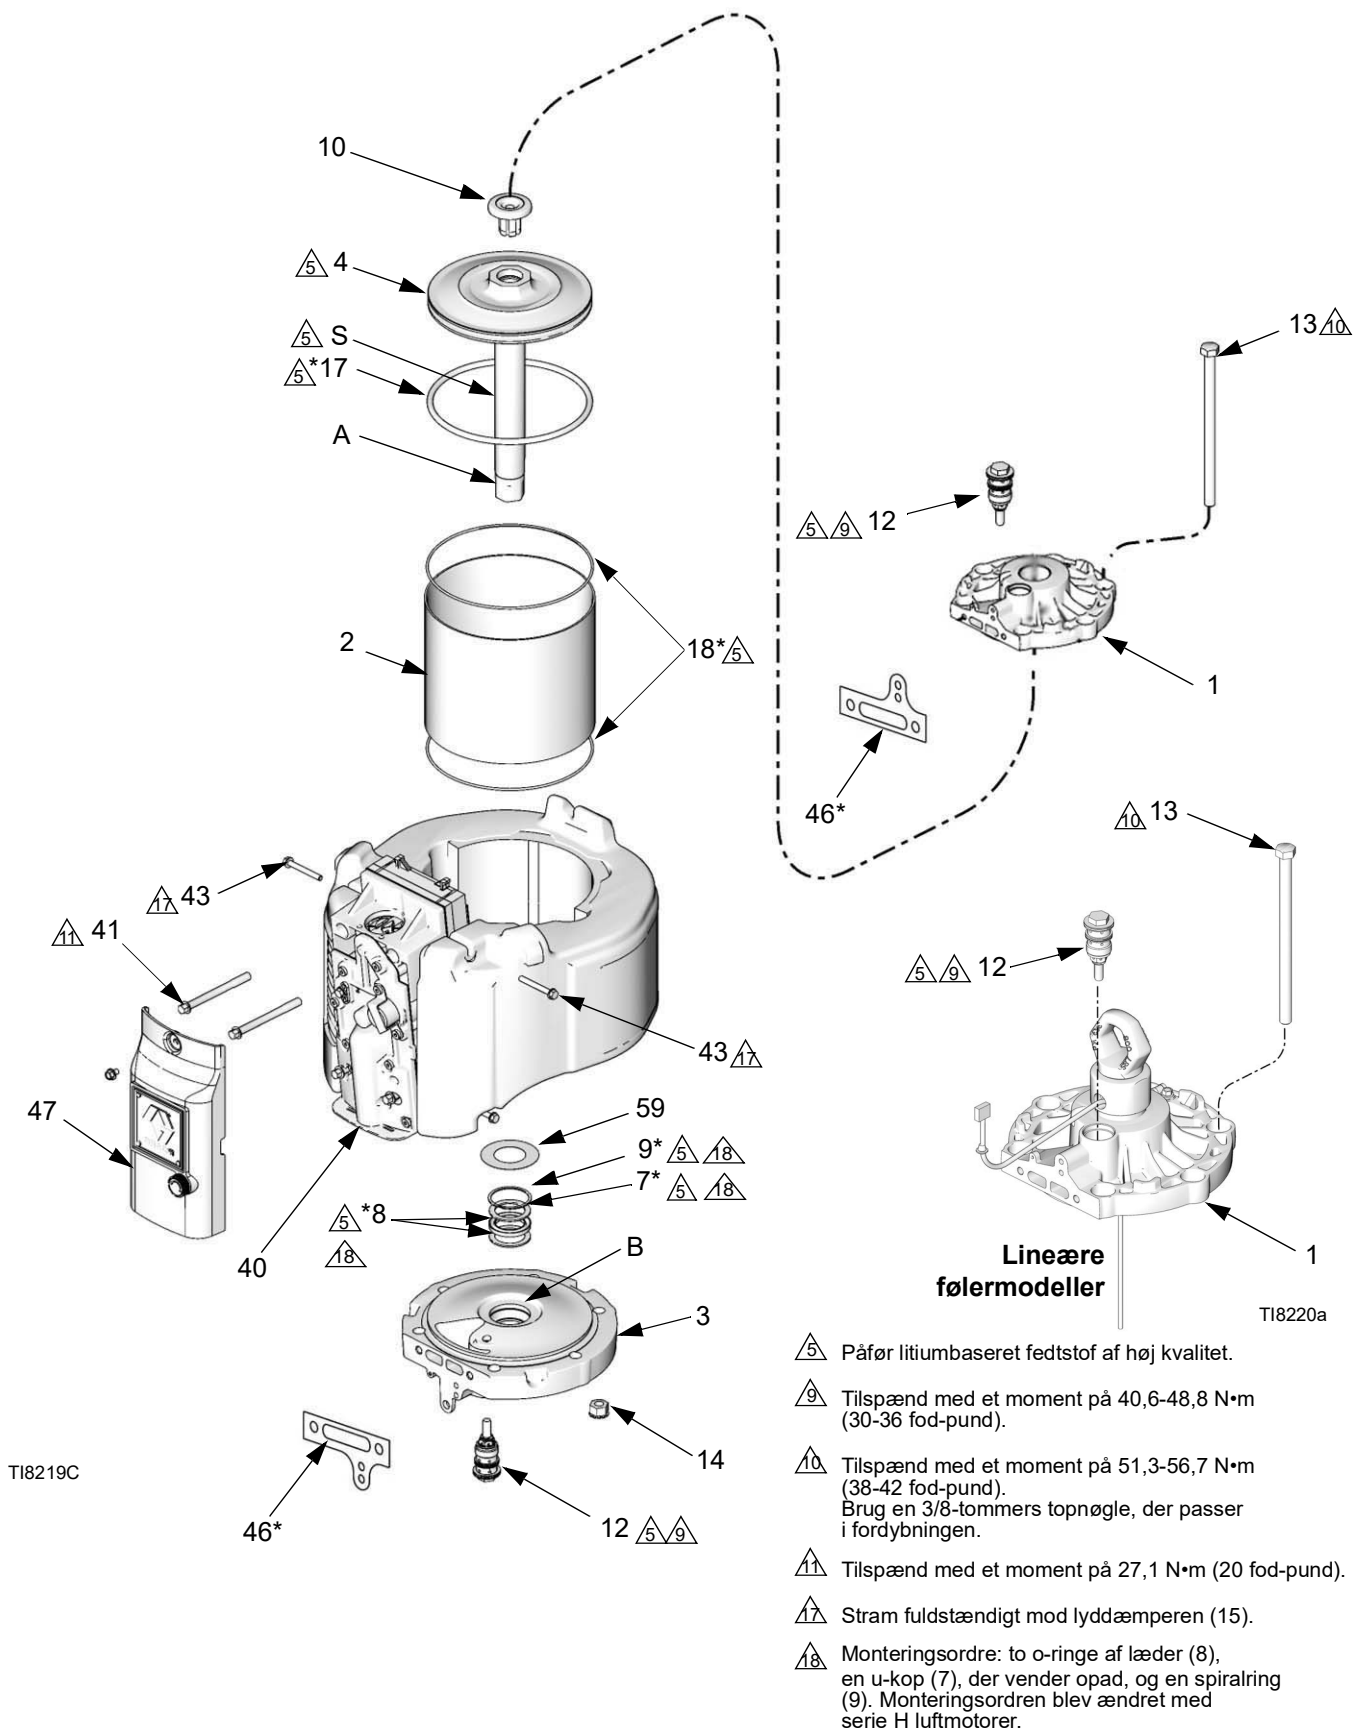

FIG. 12. Reparation af luftmotor
5. Fjern det yderste ventildæksel (47). Se FIG. 12.
6. Fjern de fire skruer (43) og lyddæmperen (15).
7. Fjern luftventilens to øverste skruer (41). Løsn, men undlad at fjerne de to nederste skruer (41). Vip luftventilen (40) således, at det er lettere at skille ad.
8. Fjern samleboltene (13). Ved hjælp af en gummihammer, slå undersiden af toplåget (1) for at skille den ad. Løft den øverste hætte af motoren.
9. Kobl luftmotoren fra underdelen (se din særskilte pumpevejledning). Lad stempelakselmellemsstykket (A) være tilsluttet akslen (S).
10. Skub stempelenheden (4) ud af cylindertoppen (2).
11. Efterse O-ringen (17) på stemplet. Kontrollér stemplet (4) og stempelakslen (S) for ridser eller beskadigelse. Udskiftningsstemplet (4) omfatter stemplet, akslen (S), mellemstykket (A) og stødfangeren (10).
12. Fjern cylinderen (2). Kontrollér indersiden for ridser eller anden beskadigelse. Udskift denne, hvis den er beskadiget.
13. Fjern stødfangeren (59), holderingen (9), reservepakningerne (8), og v-pakningen (7) fra bunddækslet (3). Kontrollér disse dele for slid eller beskadigelse. Efterse lejet (B), der sidder på plads (lettere ridsning er acceptabel). Hvis kuglelejet er beskadiget, udskift da bunddækslet (3).
1. Se FIG. 12. Monter to opbakningspakninger (8*) og derefter v-pakningen (7*) med kanterne opad. Monter derefter holderingen (9*) i bunddækslet (3). Smør pakningen. Monter stødfangeren (59).